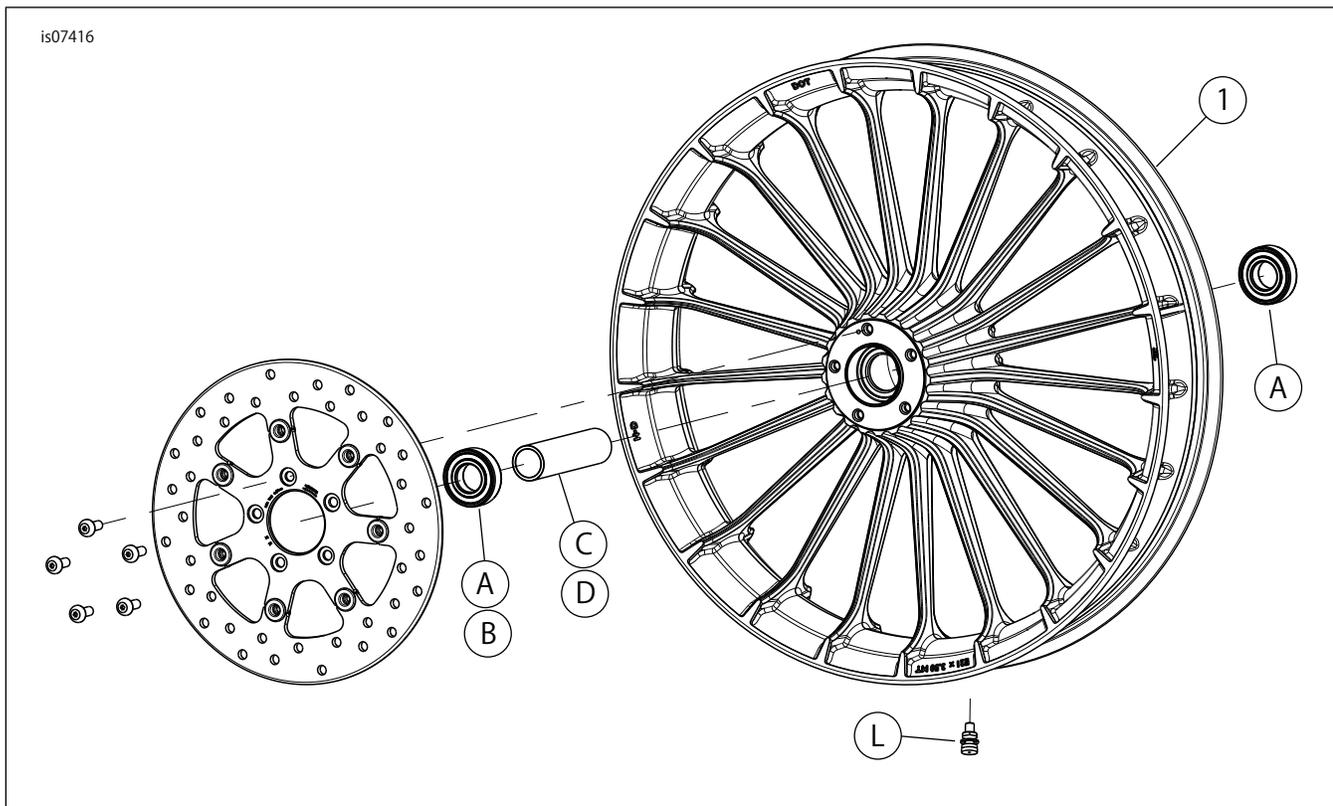

図2。交換用パーツ: Front Turbine Wheel (フロントタービンホイール)
このキットにはカスタムホイールのみが付属します。「図2」および「表2」を参照してください。
2. 「図2」を参照。バルブシステムアッセンブリー(L)をホイールに取り付けます。サービスマニュアルを参照してください。